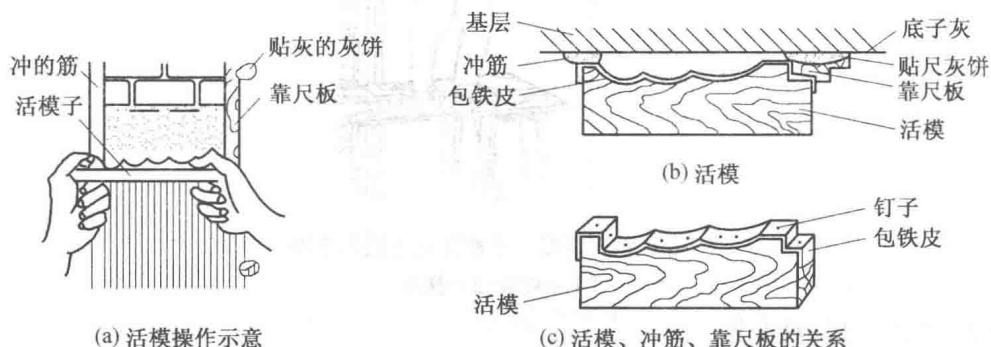

图 1.19 灰线活模示意图
②活模的操作。活模的操作方法与只粘下靠尺的死模操作方法基本相同, 一边粘尺一边冲筋, 模子一边靠于靠尺板上, 一边紧贴筋上, 捋出线条。灰线活模示意图如图 1.19 所示。